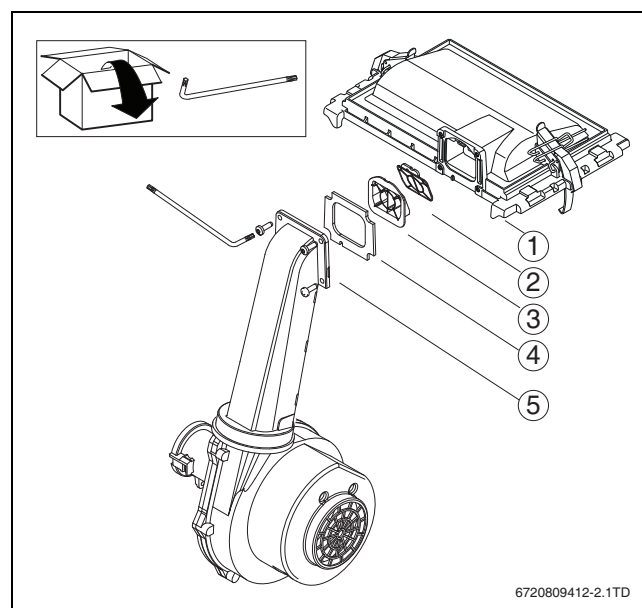

Fig. 7 Couvercle du brûleur et l'unité gaz/air
- ▶ Insérer la nouvelle soupape (→ fig. 7, [2]) dans le nouveau corps du brûleur [1].
- ▶ Insérer le nouveau support de soupape (→ fig. 7, [3]) dans le nouveau corps du brûleur.
- ▶ Insérer le nouveau joint (→ fig. 7, [4]) dans le corps du brûleur.
- ▶ Visser l'unité gaz-air (→ fig. 7, [5]) sur le corps du brûleur (→ fig. 7, [1]).